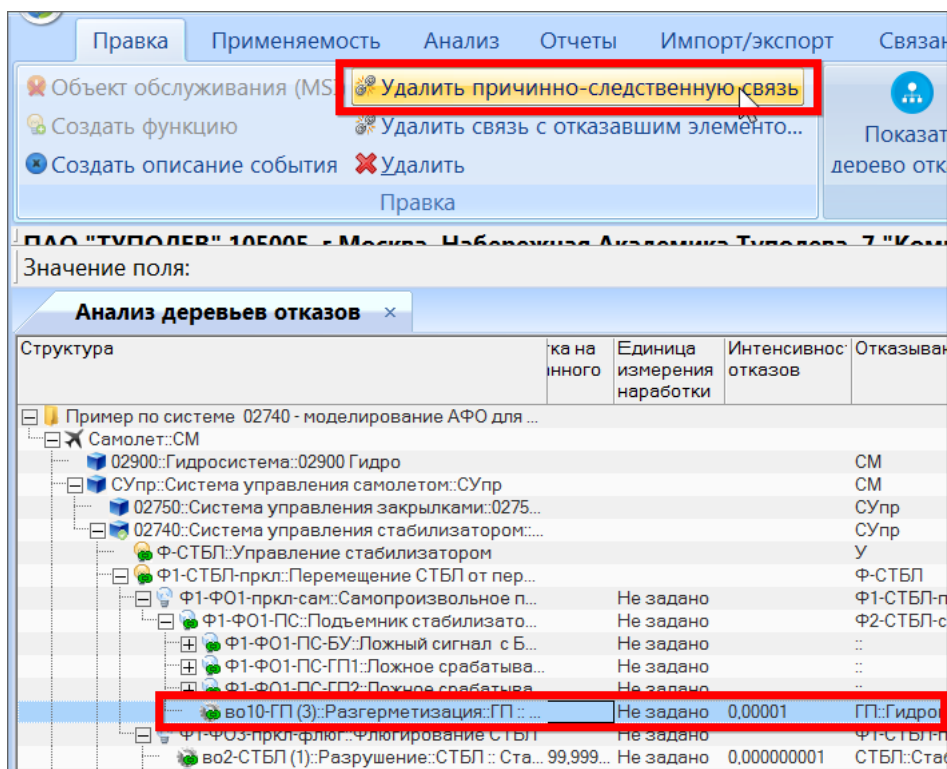

Рис. 10-341 – Удаление связи между КО и вышестоящим видом отказа
- 8) Нажать кнопку «Создать причинно-следственную связь» панели «Правка» (рис. 10-341).